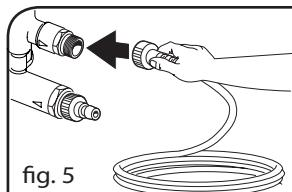

fig. 5
1. Assemblez le tube de haute pression à la prise de haute pression de la machine (fig. 5).